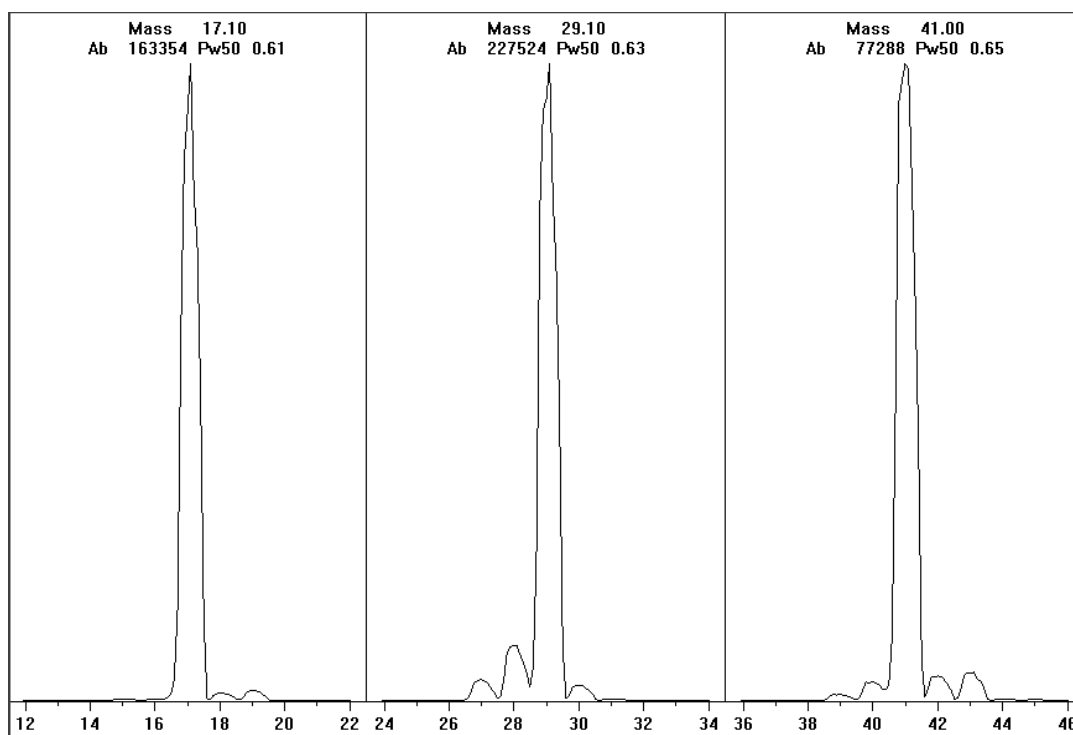

Figura 29 Scansione degli ioni del reagente
- 5 Esaminare la scansione visualizzata del profilo degli ioni del reagente (Figura 29).